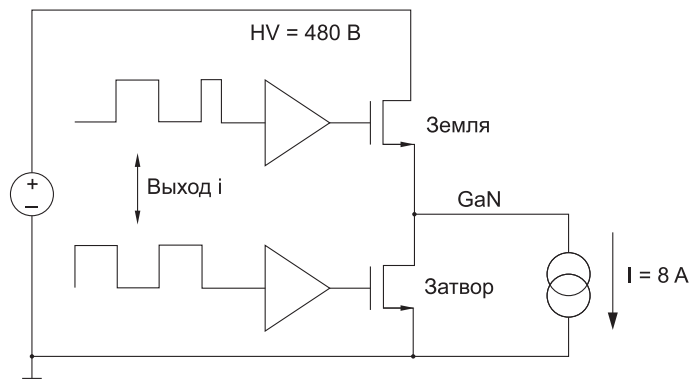

Рисунок 2. Упрощённая схема полумоста для моделирования
каскад на основе GaN-транзистора в режиме обеднения в конфигурации с прямым подключением драйвера (рисунок 2). Мы собрали полумост как понижающий преобразователь с напряжением на входе 480 В, 50%-ным рабочим циклом с временем отключения 50 нс (выходное напряжение $V_{\text{вых}} = 240$ В) и током индуктивности 8 А. Драйвер переключает затвор GaN-транзистора напрямую между уровнями напряжения включения и отключения. Сопrotивление драйвера определяет скорость нарастания напряжения GaN-устройства при включении. Ток истока моделирует индуктивную нагрузку, подключённую к коммутационному узлу (SW) в понижающем преобразователе в режиме постоянной проводимости.